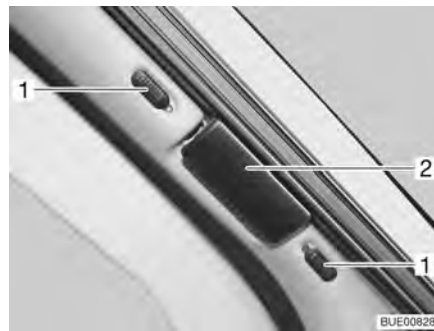
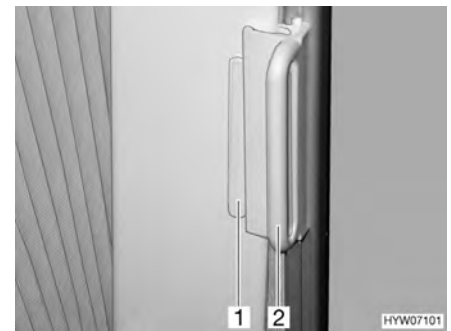

Fig. 62 Dispositif occultant plissé pour le pare-brise
Fig. 63 Dispositif occultant plissé pour les fenêtres côté conducteur et passager
- Pousser les boutons de verrouillage du dispositif occultant plissé pour le pare-brise (Fig. 62,1) vers le bas ou vers le haut. Si le point rouge est visible, le dispositif de verrouillage est ouvert.
- Saisir les dispositifs occultants plissés par la poignée (Fig. 62,2 et Fig. 63,2) et tirer avec précaution jusqu'à ce que le blocage magnétique les maintienne fermés.
- Pousser, sur les dispositifs occultants plissés pour les fenêtres côté conducteur et côté passager, la poignée (Fig. 63,2) sur la pièce de fixation (Fig. 63,1). Le dispositif occultant plissé est bloqué.